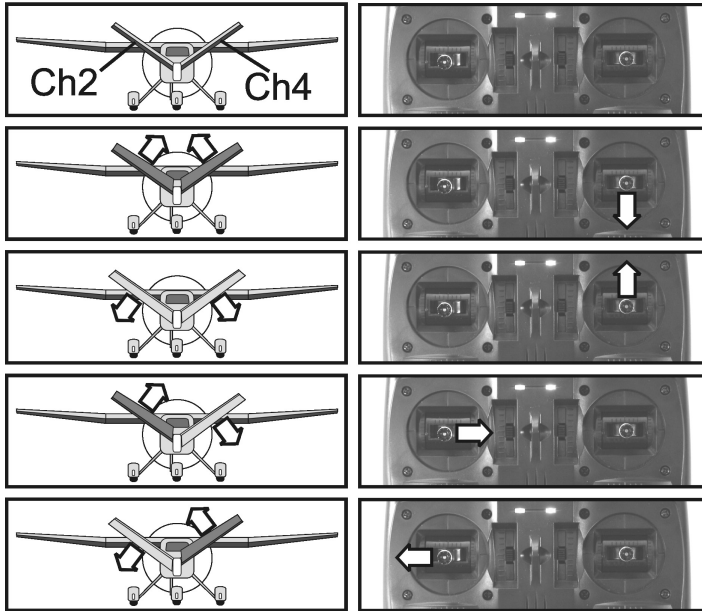

Afbeelding 18
De servo van de linker vleugel moet aan ontvangeruitgang CH1 en de servo in de rechter vleugel aan ontvangeruitgang CH2 worden aangesloten. De uitslagen van de beide roerkleppen moeten dan in overeenstemming met de afbeeldingen in afbeelding 18 gebeuren.
7. Neem vervolgens de ontvanger in gebruik en controleer, of de roerleppe nu in overeenstemming met afbeelding 18 en 19 uitslaan.